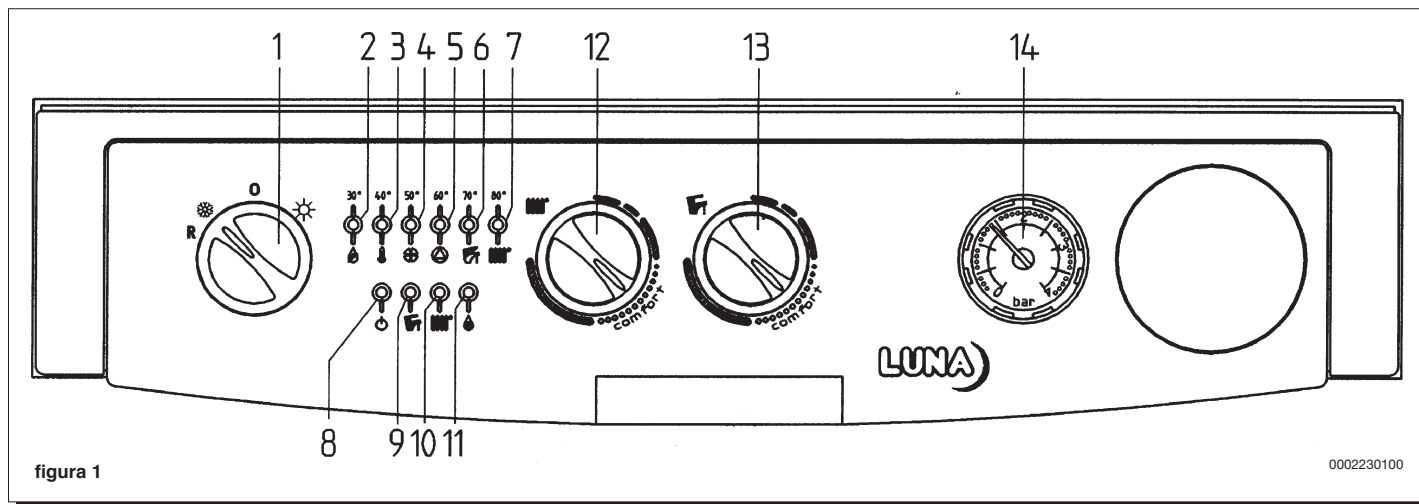

figura 1
**Importante:** Per abilitare le funzioni del telecontrollo è necessario che il selettore (1) di figura 4 non sia in posizione 0. Le spie di funzionamento caldaia (10 e 9 figura 4) lampeggeranno in caso di richiesta calore rispettivamente in riscaldamento o sanitario. I dispositivi per la regolazione delle temperature (12 e 13 di figura 1) non sono abilitati.